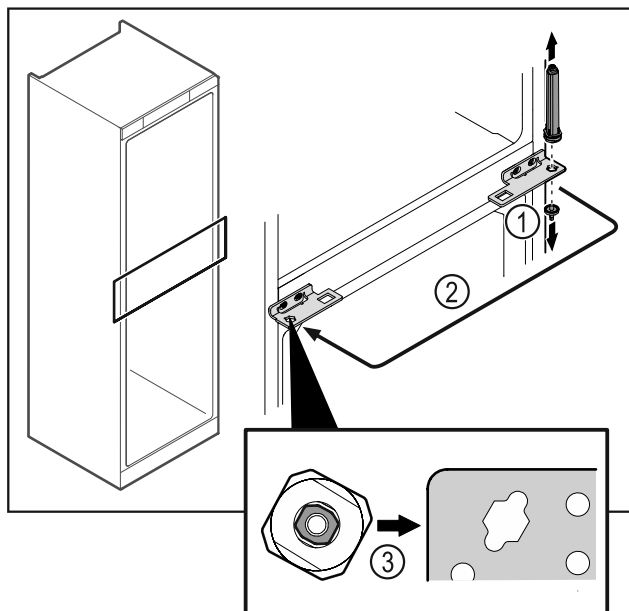

Fig. 49
- Csavarozza le a csuklópánt-csapot Fig. 49 (1).
- Helyezze át az ajtó zárrendszert Fig. 49 (2).
- Behelyezéskor ügyeljen az ajtózáro rendszer Fig. 49 (3) helyes beigazítására.